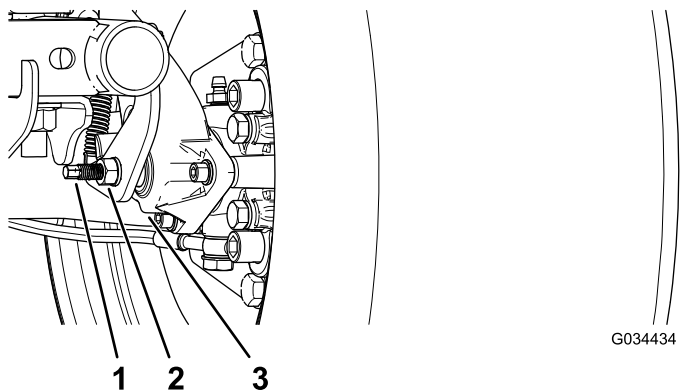

Figura 59
3. Con 2 llaves, sostenga en su sitio el poste de ajuste en la pinza con 1 llave y afloje la contratuerca 1/4 de giro con la otra llave (Figura 59).
4. Mientras sostiene el poste de ajuste y la contratuerca en su sitio, gire el poste hacia dentro para apretarlo (Figura 59).
5. Mientras sostiene el poste de ajuste y la contratuerca en su sitio, retroceda atrás 1/4 de giro (Figura 59).
6. Mientras sostiene el poste de ajuste y la contratuerca en su sitio, apriete la contratuerca (Figura 59).